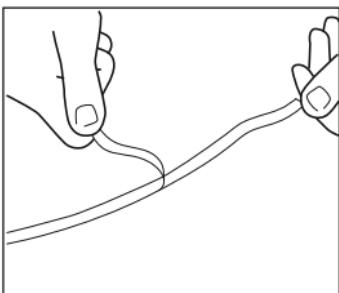

Рисунок 1
– снять защиту клейкого слоя с обратной стороны светодиодной ленты (рисунок 1);